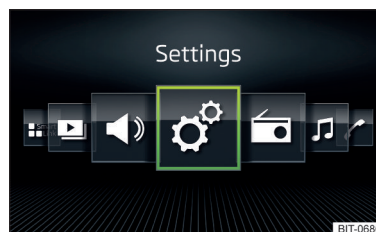

Abb. 123
- › Die Option **Raster-Anzeige** » **Abb. 122** oder **Horizont. Anzeige** » **Abb. 123** wählen.